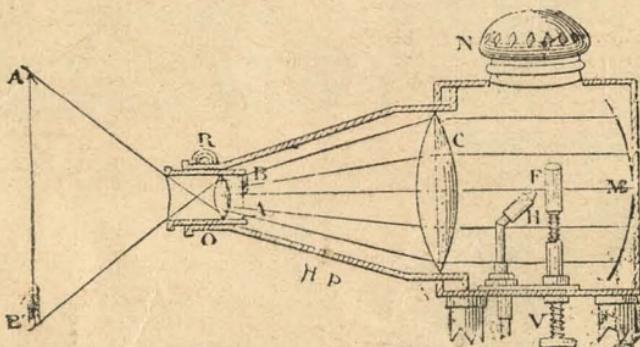

Fig. 143.—Aparato de proyección.
**4. Aparato de proyección.**—*El aparato de proyección* (fig. 143) tiene por objeto aumentar las imágenes y proyectarlas sobre una pantalla para hacerlas visibles á muchos observadores á la vez.